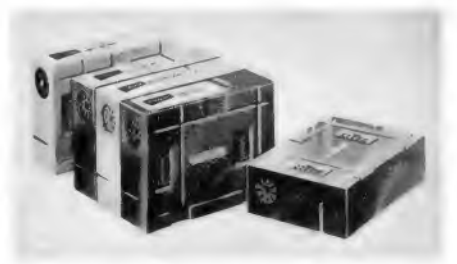
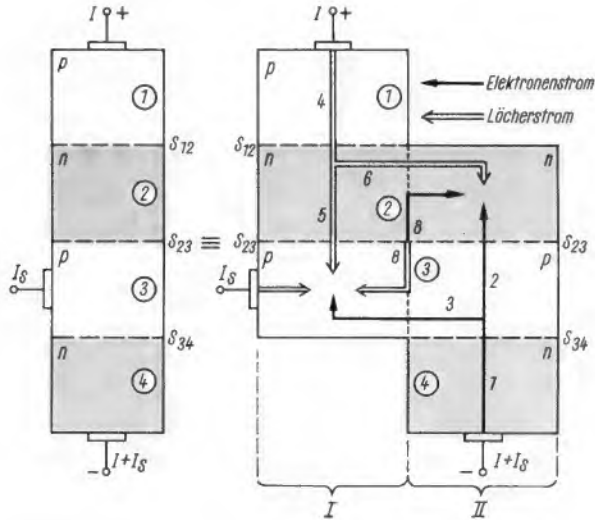

Bild 1. Komplette Achtekanal-Empfangsanlage Varioton, bestehend aus dem Grundbaustein und vier Zweikanal-Schaltstufen
Bild 3. Deutung der steuerbaren Siliziumzelle als Kombination von zwei Transistoren (pnp und npn)
Wie aus Bild 1 hervorgeht, muß der Frequenzbereich des zweiten Oszillators beim Wechsel zwischen L- und H-Bereich mit umgeschaltet werden. Diese Tatsache hat keinen Einfluß auf die Spreizskala, es ist nur eine Teilung erforderlich. Da die Kapazitätsvariation des Kreises durch Parallelkapazitäten hergestellt wird, bleibt der Skalenverlauf in beiden Bereichen der gleiche (gleichbleibende C-Kurve des Abstimmkondensators).
Vielfach wird behauptet, Pfeifstörungen dieser Art ließen sich niemals völlig vermeiden. Diese Ansicht ist jedoch nicht richtig. Eines hilft hier unbedingt: abschirmen! So unglaublich es für manchen (Enttäuschten) klingen mag: Richtig angeordnete Abschirmungen verhindern Pfeifstörungen bei der Mehrfach-Überlagerung mit Sicherheit. Natürlich ist eine unüberlegte „Konservierung“ mit Blechwänden und Metallhauben völlig sinnlos. Man muß systematisch vorgehen. Eine solche systematische Abschirmung ist in Bild 1 vorgesehen; dabei ist folgendes wichtig:
Grundig entwickelte zusammen mit der Firma Graupner eine neue Fernsteueranlage für Modellbauer. Mit insgesamt acht Tonkanälen überträgt sie gleichzeitig (simultan) jeweils zwei verschiedene Kommandos. Vorteilhaft ist das Bausteinprinzip für die Sende- und Empfangsanlage. Der Sender läßt sich von vier auf acht, der Empfänger von zwei auf vier und weiter auf sechs und acht Kanäle ausbauen (Bild 1). Diese schrittweise Ergänzung verteilt die Anschaffungs-
Sie sind am besten durch das Aufbauschema (Bild 1) und die Kennlinie charakterisiert. Wie Bild 1 zeigt, besteht die steuerbare Siliziumzelle aus einem Silizium-Einkristallmaterial mit verschiedenen dotierten Schichten. Die Reihenfolge – von der Anode zur Katode hin – ist p n p n. Von den drei dadurch gebildeten pn-Übergängen werden zwei in Durchlaßrichtung und einer in Sperrrichtung betrieben, wenn die Spannung an den Klemmen, wie in Bild 1 gezeigt, gepolt ist. Bei den pn-Übergängen  $S_{12}$  und  $S_{34}$  ist die p-Zone positiv gegen die n-Zone, also sind beide Diodenstrecken in Durchlaßrichtung gepolt. Bei dem Übergang  $S_{23}$  ist Zone 2 positiv gegen Zone 3, also die n-dotierte positiv gegen die p-dotierte, d. h. aber, diese Diodenstrecke arbeitet in Sperrrichtung. Der Zone 3 läßt sich durch eine geeignet angebrachte Steuerelektrode ein Steuerstrom  $I_S$  zuführen. Die Arbeitsweise ergibt sich aus dem in Bild 2 gezeigten Strom/Spannungs-Diagramm.
Bild 1. Aufbauschema der steuerbaren Siliziumzelle. Es bedeuten: (1), (3) die p-dotierten Schichten, (2), (4) die n-dotierten Schichten,  $S_{12}$ ,  $S_{23}$ ,  $S_{34}$  die pn-Übergänge. Der Schicht (3) wird der Steuerstrom  $I_S$  zugeführt
Betrachtet man die Schichtenfolge pnpn (Bild 1), so ist verständlich, daß die steuerbare Siliziumzelle als eine Kombination, bestehend aus zwei Transistoren (pnp und npn) betrachtet werden kann. In Bild 3 (rechts) ist das dadurch anschaulich gemacht, daß die beiden Teiltransistoren I und II nebeneinander gezeichnet sind. Sie sind aber so versetzt, daß man von Anode nach Katode die vier Schichten in richtiger Folge durchläuft.
Im stationären Zustand müssen nun die in jede Schicht einströmenden positiven und negativen Ladungen einander gleich sein. Wird z. B. in (2) durch ein von (1) kommendes Loch ein Elektron rekombiniert, so muß entweder von der Sperrschicht  $S_{23}$  oder von (3) ein Elektron nach (2) einströmen (Bild 3. rechts).
Der in Bild 3 dargestellte Zustand ist nur solange gegeben, als  $\alpha_I + \alpha_{II} < 1$  ist. Das ist aber auch schon angenähert aus diesem Bild abzulesen.